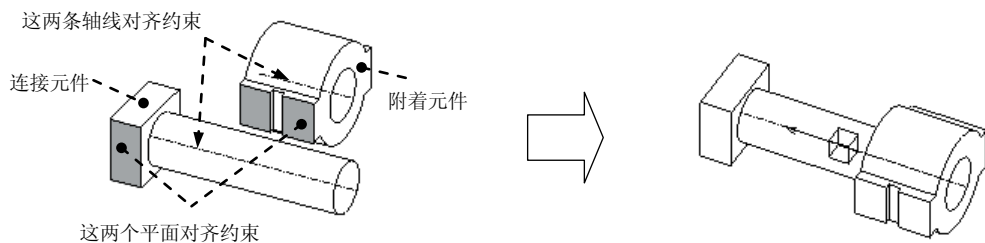

图 12.2.4 滑动杆 (Slider) 接头
滑动杆接头如图 12.2.4 所示，在这种类型的接头中，连接元件只能沿着轴线相对于附着元件移动。
Step3. 创建滑动杆连接。在约束集选项列表中选择  滑动杆 选项，此时系统弹出“装配”操控板，单击操控板菜单中的  按钮，分别选取图 12.2.4 中的两条轴线。分别选取图 12.2.4 中的两个表面。